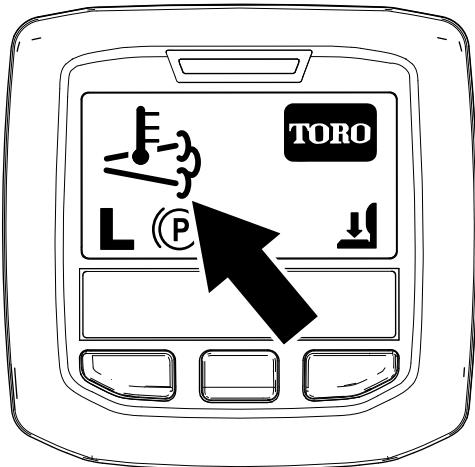

Bild 45
- Das Symbol für die hohe Auspufftemperatur ( ) wird im InfoCenter angezeigt (Bild 45).